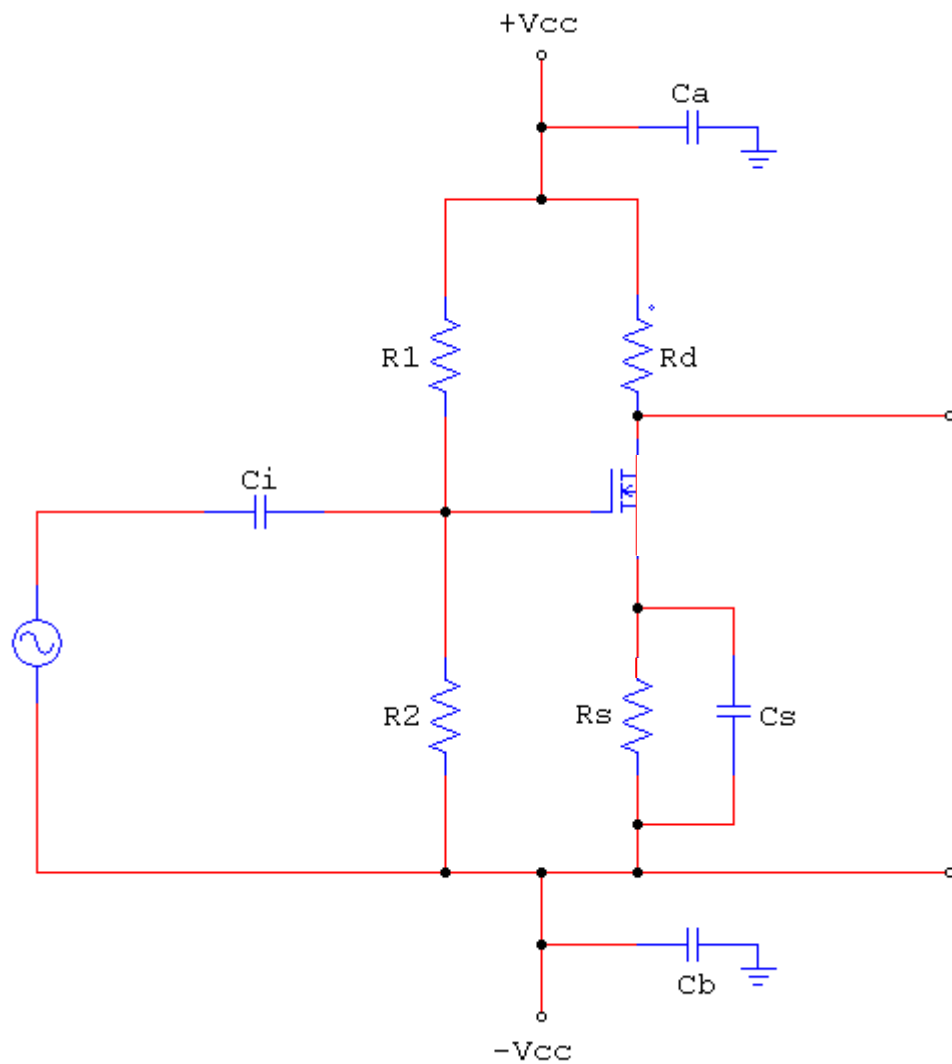

Figura 3.8: Circuito de Amplificación de tensión con MOSFET.
- Monta el circuito de Amplificación de la figura 3.8